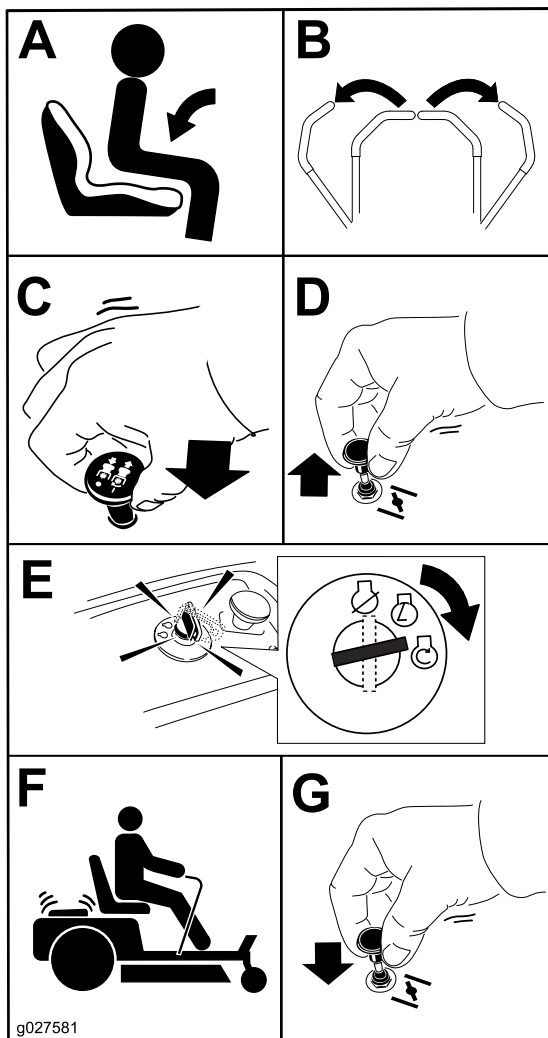

Figure 23
- Désengagez les lames en plaçant la commande des lames en position DÉSENGAGÉE (Figure 23).